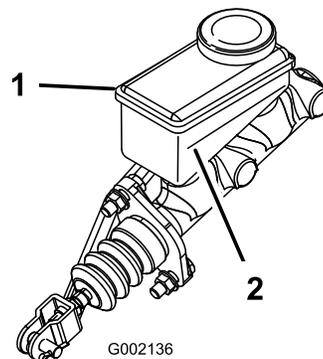

Figura 65
5. Mire el contorno del nivel de aceite en el lateral del depósito (Figura 65).
- B. Añada líquido de frenos DOT 3 al depósito hasta que el nivel esté por encima de la línea de mínimo (Figura 65).